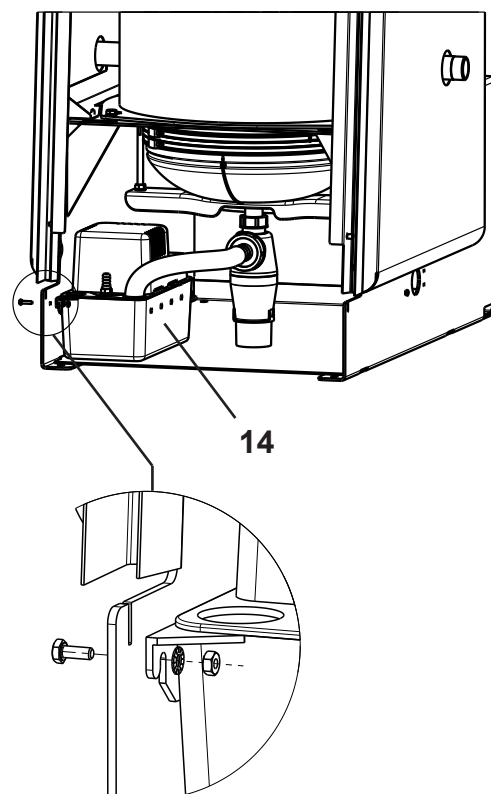

Fig. 17
13. Montage de la pompe de refoulement des condensats (14, Fig. 17) selon l'illustration.